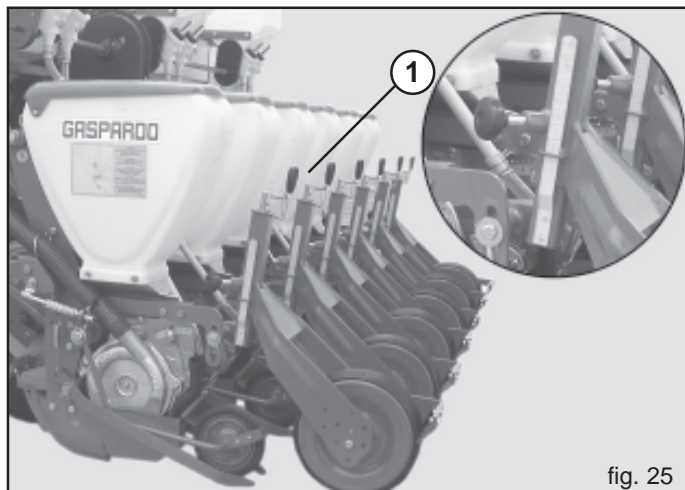

fig. 25
Para una buena germinación de la semilla es importante que se coloque la semilla a la profundidad justa en el lecho de siembra. Actuando sobre el mango, se varía en altura la posición de la hoz surcadora, determinando la profundidad del surco en el que se depositará la semilla (1, Fig. 25). **El índice graduado sirve para regular todos los surcadores en la misma profundidad. El indicador de la escala de regulación es progresivo y nunca indica una variación en cm de la profundidad de siembra.** En la configuración remolacha controle que el balancín esté centrado con respecto al surco de siembra; si fuera necesario regule el tornillo (1) de Figura 26.